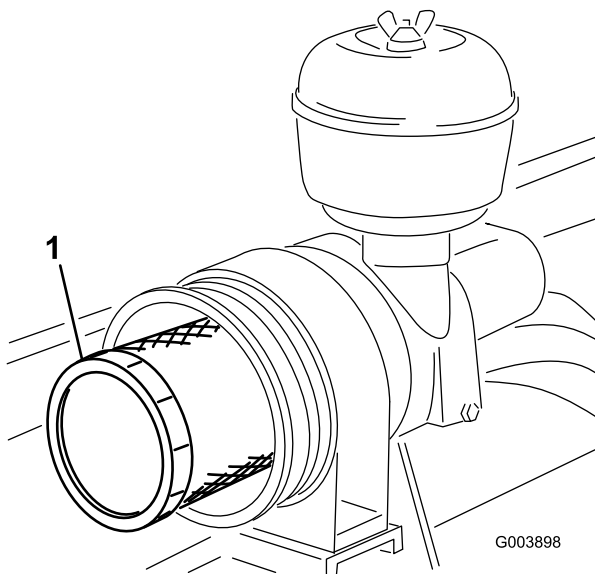

Bild 51
3. Entfernen und wechseln Sie den Hauptfilter aus (Bild 51).